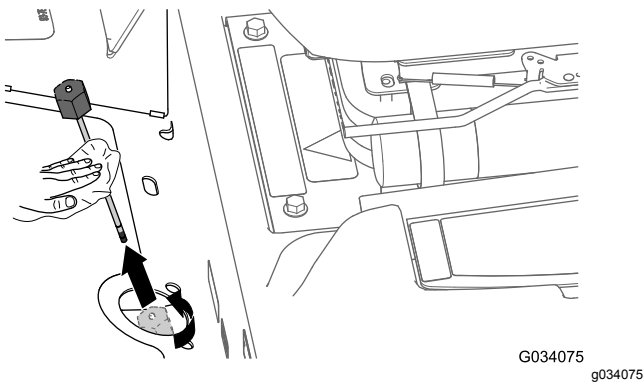

Figura 81
2. Afloje el tope de la varilla (Figura 81), retire la varilla del tubo de llenado del transeje y limpie la varilla con un paño limpio.